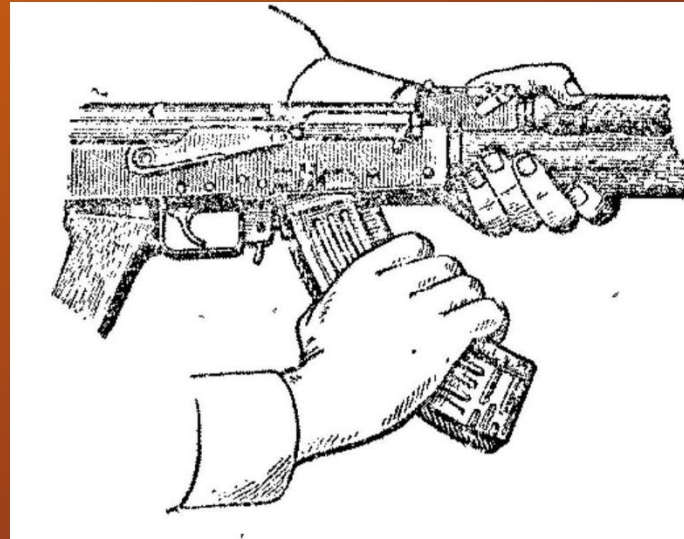

Рис. 11. Присоединение магазина
- 9) **Присоединить магазин к автомату.** Удерживая автомат левой рукой за шейку приклада или цевье, правой рукой ввести в окно ствольной коробки зацеп магазина (рис.11) и повернуть магазин на себя так, чтобы защелка заскочила за опорный выступ магазина.